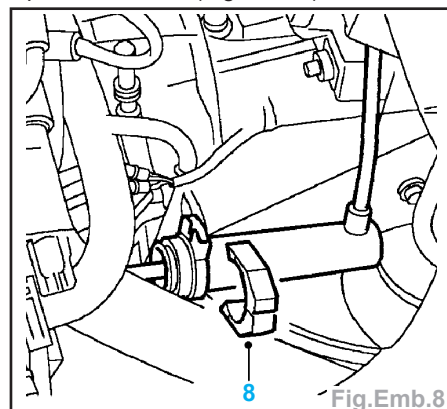

Fig.Emb.8
- Enlever l'attache en «C» (8) du cylindre récepteur et dégager le cylindre du support de soutien (Fig.Emb.8).